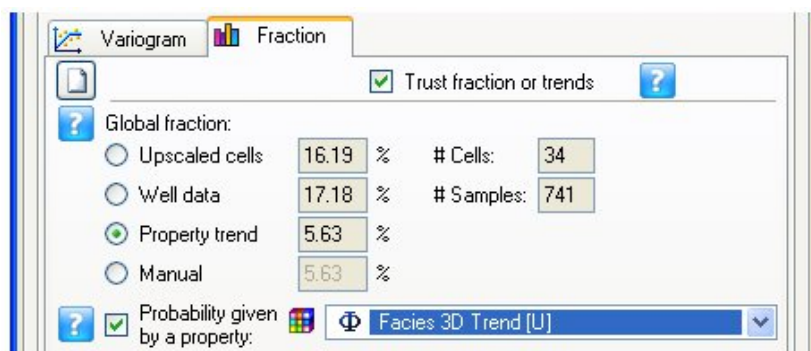

Рисунок 19. Окно Probability given by a property
- *Probability given by a property (вероятность, заданная свойством)* - вероятность фации может быть задана 3D свойством (рис. 19). Это свойство должно быть нормализовано и иметь значение между 0 и 1. Доля фаций будет игнорироваться при использовании этой опции.